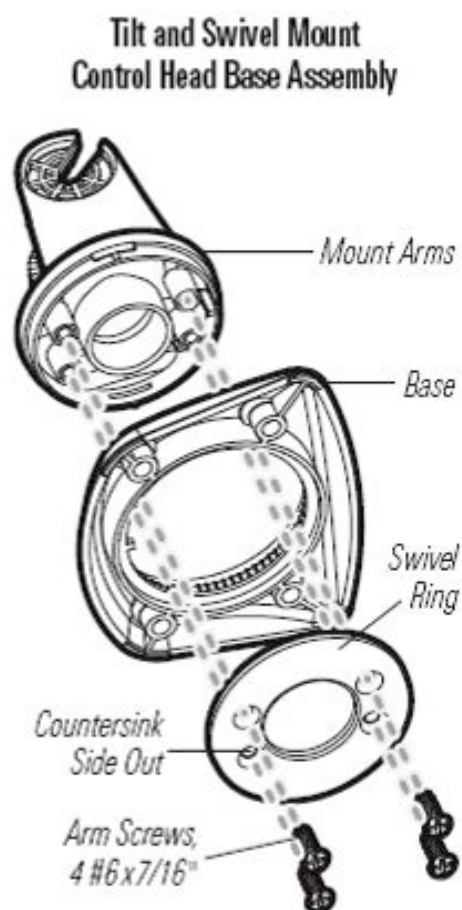

Figure 5
3. Закрепите кронштейн четырьмя прилагаемыми винтами №6 (рисунок 5).